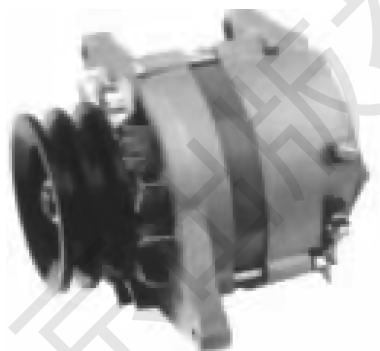

图 2-5-4 无刷交流发电机
(4) 无刷交流发电机（不需要电刷的发电机），例如 JFW1913 型发电机，如图 2-5-4 所示。
(5) 永磁交流发电机（磁极为永磁铁制成的发电机）。